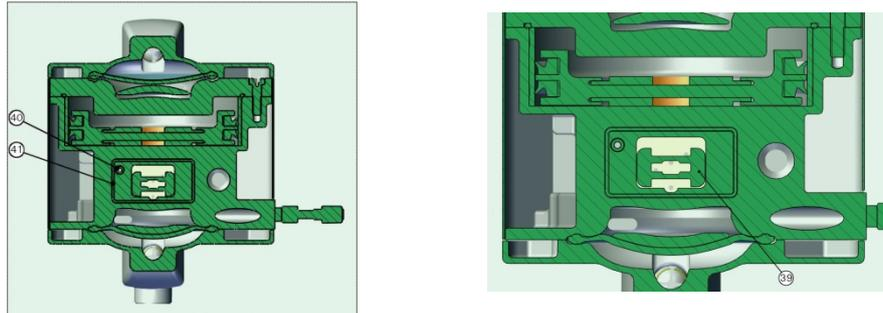

Abb. 11: Lage der Keramikplatte und des Pneumatikventilblocks
- ✓ Setzen Sie die Keramikplatte (42) so in das Mittelteil der Pumpe ein, dass die Öffnung des O-Rings (40) mit der Bohrung in der Keramikplatte (42) fluchtet (siehe Abb. 11, links).
- ✓ Montieren Sie den Pneumatikventilblock (49) in umgekehrter Reihenfolge.
- ✓ Montieren Sie die Kolbendichtungen (45) so auf den Schieber (48), dass die Dichtlippen zueinander zeigen.
- ✓ Setzen Sie den Schieber (48) in den Pneumatikventilblock (49) ein.
- ✓ Setzen Sie die O-Ringe (46) wieder auf die Deckel (47) und montieren Sie die Deckel (47) von der Seite in den Pneumatikventilblock (49).
- ✓ Setzen Sie den O-Ring (50) in die äußere Nut des Pneumatikventilblocks (49) ein.
- ✓ Setzen Sie die O-Ringe (43) und (44) in die Nut des Pneumatikventilblocks (49) ein.
- ✓ Setzen Sie den montierten Pneumatikventilblock (49) in das Mittelstück der Pumpe ein.
- ✓ Die Einbaurichtung wird durch die Öffnung am Pneumatikventilblock (49) und die Aussparung im Mittelstück der Pumpe verdeutlicht (siehe Abb. 11, rechts).
- ✓ Setzen Sie den Hauptventil-Schieber (51) mit der geschlossenen Seite voraus in den Pneumatikventilblock (49) ein. Der Hauptventil-Schieber (51) muss so eingesetzt werden, dass dieser vom Schieber (48) frei hin und her bewegt werden kann.
- ✓ Setzen Sie die O-Ringe (52), (54) und (55) in die Keramikplatte (53) ein.
- ✓ Setzen Sie die Keramikplatte (53) in den Pneumatikventilblock (49) ein.
- ✓ Achten Sie auf die richtige Montage (die Seite mit dem großen O-Ring (52) zuerst).
- ✓ Setzen Sie die O-Ringe (43) und (56) in die dafür vorgesehenen Nuten im Mittelstück der Pumpe ein.
- ✓ Bestücken Sie den Pumpenfuß (62) mit den O-Ringen (58) und (59) und setzen Sie danach die Zwischenplatte (57) in den Pumpenfuß (62) ein.
- ✓ Bei richtiger Montage darf kein O-Ring durch die Aussparungen in der Zwischenplatte (57) zu sehen sein.
- ✓ Schrauben Sie den Pumpenfuß (62) mit den Zylinderschrauben (63) fest.